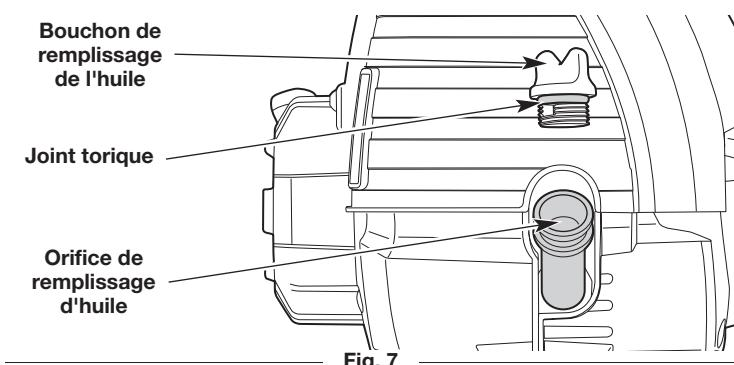

Fig. 7
4. Dévissez le bouchon de remplissage d'huile (Fig. 7).
5. Versez le flacon complet dans l'orifice de remplissage d'huile (Fig. 7). **NE PAS** trop remplir. Reportez-vous à *Vérification du niveau d'huile*.
REMARQUE : Assurez-vous que le joint torique est en place sur le bouchon de remplissage d'huile (Fig. 7).